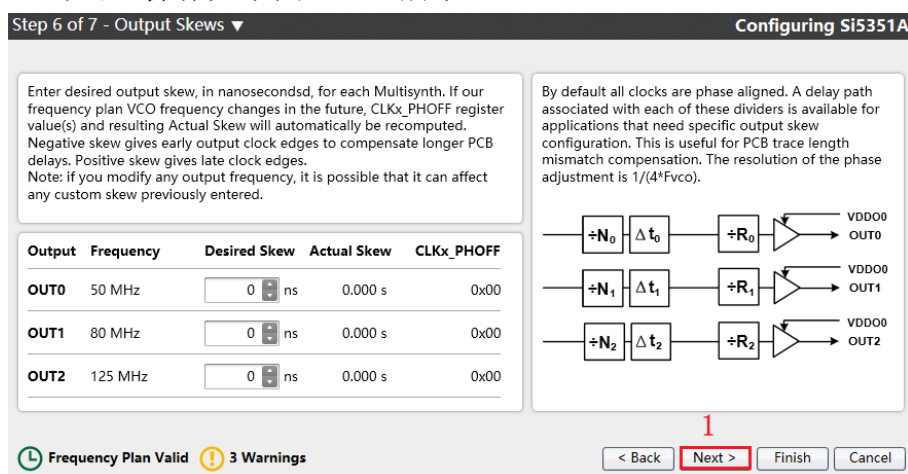

图 12.23 设置相位偏移
10. 设置相位偏移，用户根据自己需求进行设置，本次实验暂未使用，直接点击 Next 即可，操作如下图 12.23 所示。